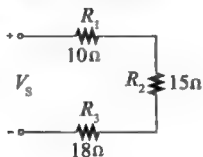

图 4-23
2. 若要在图 4-23 所示的电路产生 5mA 电流, 试问需要的电压是多少?
3. 当电流为 5mA 时, 试问图 4-23 中每个电阻两端降了多少电压?